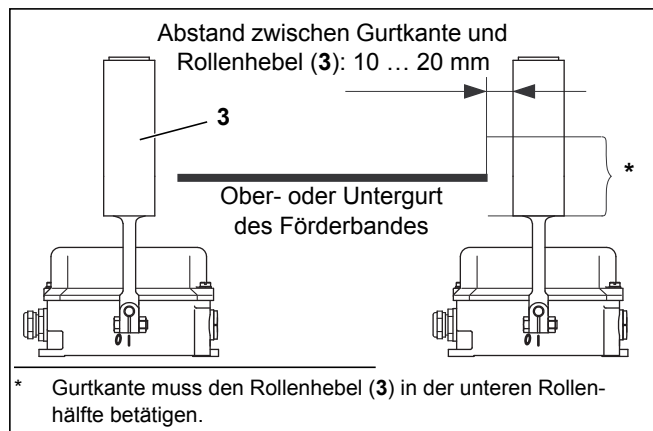

Abb. 5-2: Band-Schieflaufschalter paarweise am Förderband montieren
Montieren Sie den Band-Schieflaufschalter so, dass bei einem Schieflauf die Gurtkante den Rollenhebel (3) in der unteren Rollenhälfte betätigt wird. So vermeiden Sie, dass der Gurt über den Rollenhebel (3) rutscht (s. Abb. 5-2).
ständen oder an Materialübergaben montiert (s. Abb. 5-2).